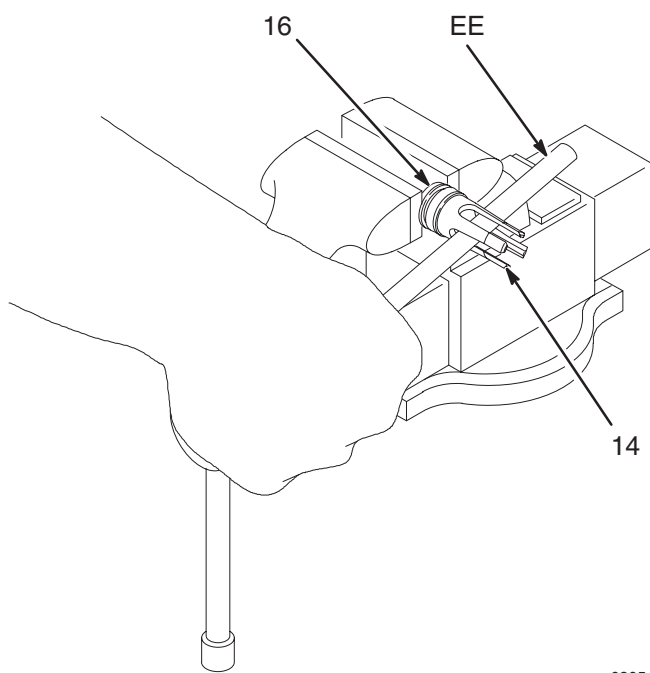

Fig. 6
13. Coloque las partes planas del asiento del pistón (16) en un torno de banco. Utilizando una barra de latón (EE) de 13 mm (1/2 pulg.) de diámetro, desenrosque la guía del pistón (14) del asiento del pistón (16). Vea la Fig. 6. Retire el sello del pistón (15); reemplácelo siempre por uno nuevo. Inspeccione las superficies de acoplamiento del pistón (13) y el asiento del pistón (16) en busca de muescas, rayaduras o desgaste.